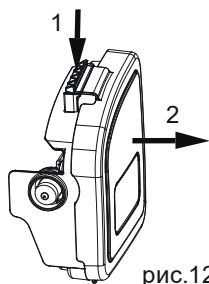

рис.12
1. Разблокируйте защелку (1) и откройте отсек воздушного фильтра (2) (рис.12).